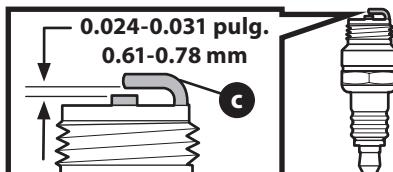

Figura 14
3. Mida la separación de bujía con un calibrador. Corrija de ser necesario torciendo el electrodo (c) lateral (Figura 14). La separación debe establecerse en 0,024-0,031 pulg.